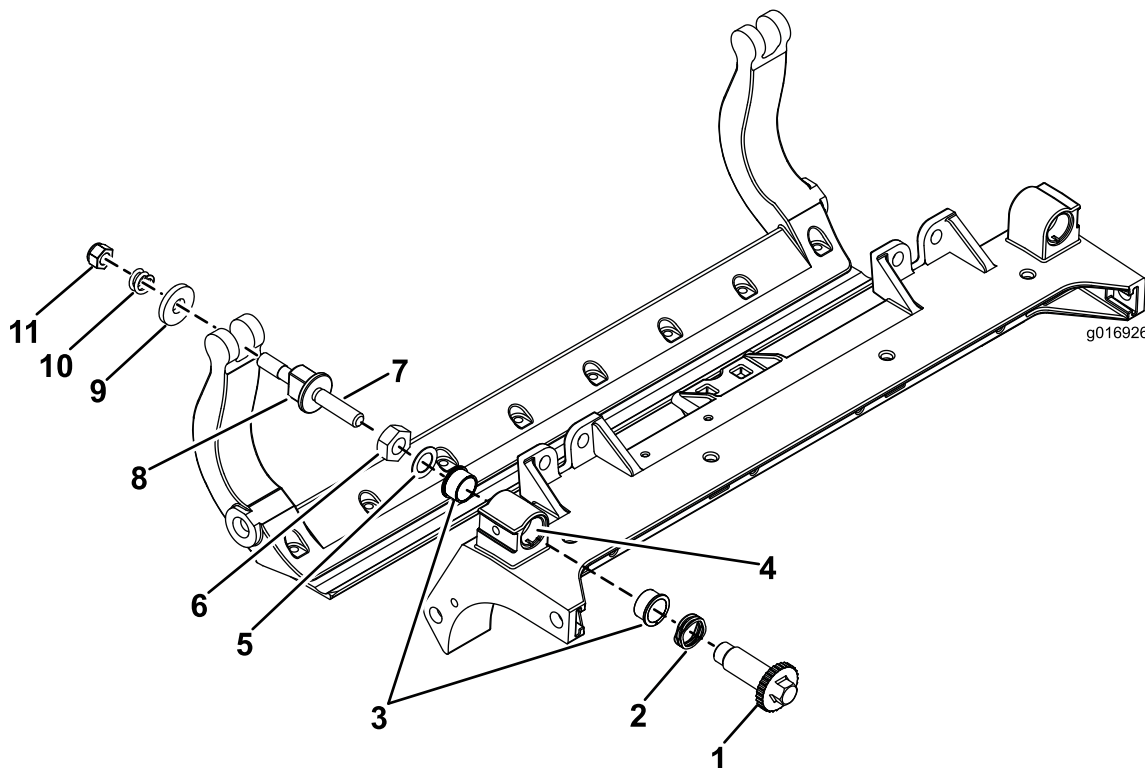

図 34
1. 全部のパーツを取り外すHD DPA キットモデル 120-7230の 取り付け要領書および 図 34を参照。
2. カuttingユニットのセンターフレームのブッシュ挿入場所にネバーシーズを塗布する 図 34。
3. フランジブッシュのキーとフレームのキー溝を揃えて、ブッシュを挿入する 図 34。
4. アジャスタシャフトにウェーブワッシャを通し、アジャスタシャフトをCuttingユニットのフレームのフランジブッシュに通す 図 34。
5. 平ワッシャとロックナットでアジャスタシャフトを固定する 図 34。ホイールナットを 20-27 N・m 15-20 ft-lb=0.17-0.23 kg・mにトルク締めする。
12. その外側からスチール製ワッシャを取り付ける 図 34。
13. 各ベッドバーアジャスタ・アセンブリを締め付けて圧縮スプリングを完全に圧縮し、そこから1/2回転だけ戻す 図 34。